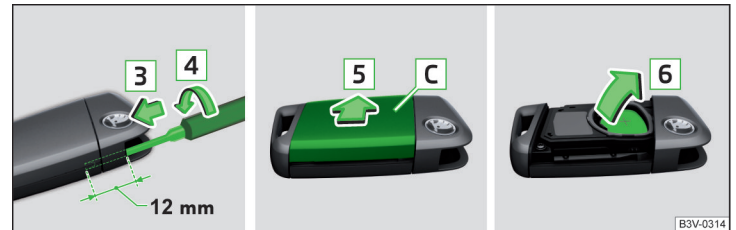

Abb. 350 Abdeckung lösen / Batterie herausnehmen
- Einen schmalen Schlitzschraubendreher (3 mm breit) ungefähr 12 mm in die entstandene Öffnung in Pfeilrichtung **3** einschieben » Abb. 350.